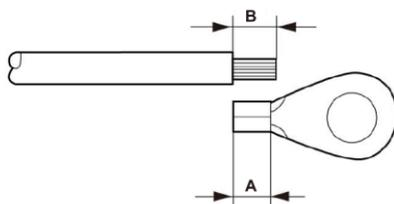

Рисунок 3.15 Подготовка кабеля заземления
3. Удалите изоляцию кабеля заземления на необходимую длину (см. Рисунок 3.15)